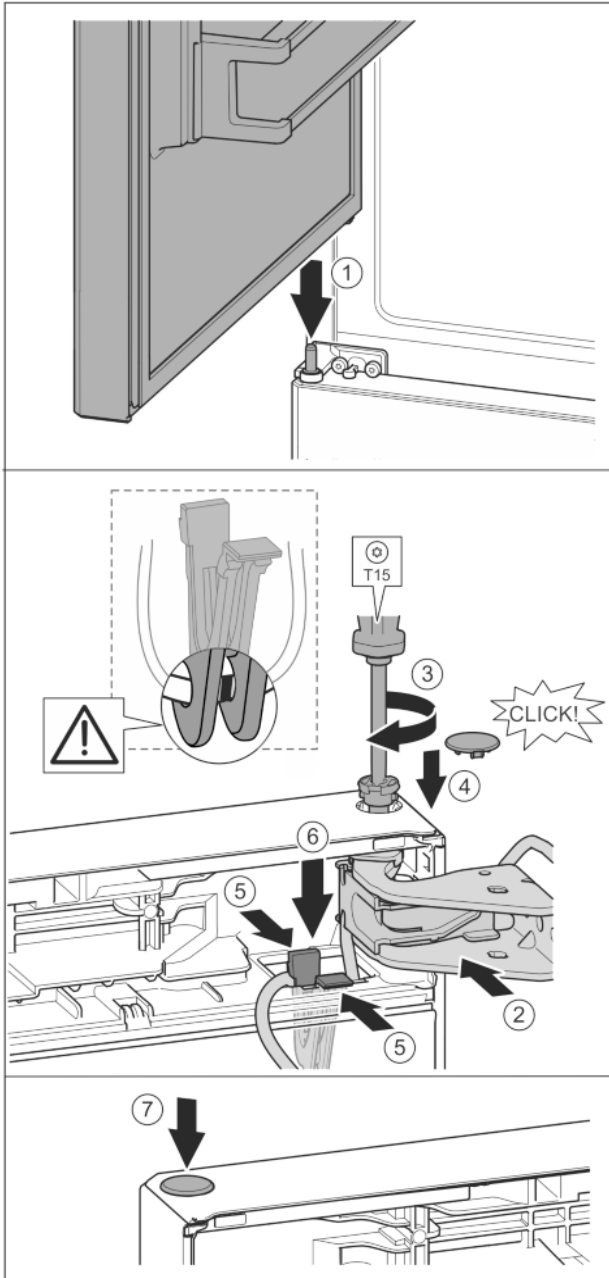

Fig. 41
- ▶ Установка верхней двери на средний опорный палец Fig. 41 (1)
- ▶ Дверь вверху выровнять по отверстию в опорном кронштейне. Fig. 41 (2)
- ▶ Вставить палец и затянуть отверткой T15. Fig. 41 (3)
- ▶ Установить предохранительную крышку для защиты двери: вставить предохранительную крышку и проверить, прилегает ли она к двери. В ином случае вставить палец полностью. Fig. 41 (4)
- ▶ Вставить держатель кабеля с закрепленным на нем кабелем в отверстие. Fig. 41 (5)
- ▶ Прижать держатель вниз так, чтобы соединительная накладка защелкнулась. Fig. 41 (6)
- ▶ Вставить заглушку. Fig. 41 (7)